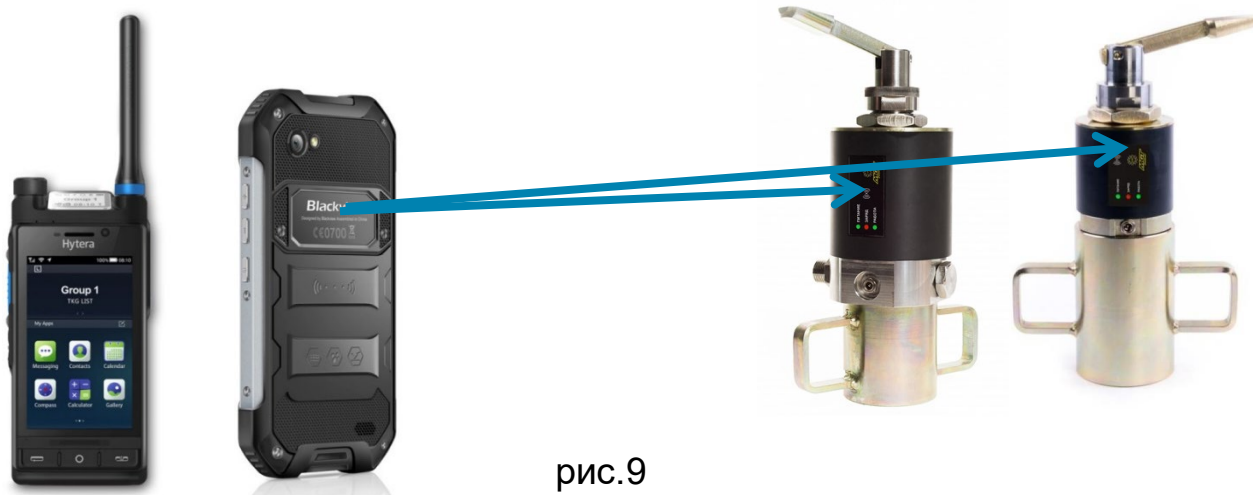

рис.9
3) Поднесите смартфон задней частью к лицевой части корпуса датчика. (рис.9) Дождитесь звукового сигнала, подтверждающего подключение датчика. Используемая в смартфоне NFC технология позволит «разбудить» датчик, после чего он автоматически выполнит подключение к смартфону по каналу Bluetooth.